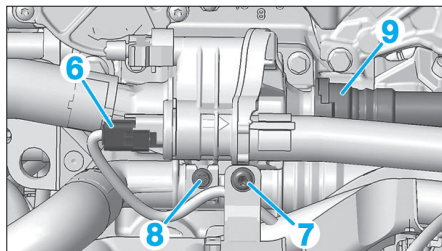
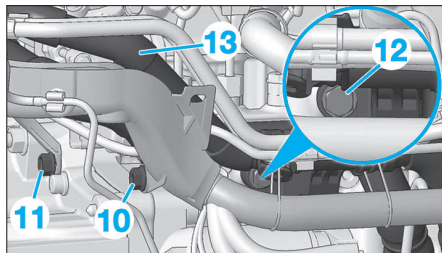

Fig. 40
Fig. 41
- Déconnecter le connecteur de la sonde de température (6) (Fig.40).
- Déposer les vis (7) et (8).
- Désaccoupler le tuyau (9).
- la vis (10) (Fig.41),
- la vis (11),
- la vis (12).
- Écarter avec précaution le collecteur d'eau (13).